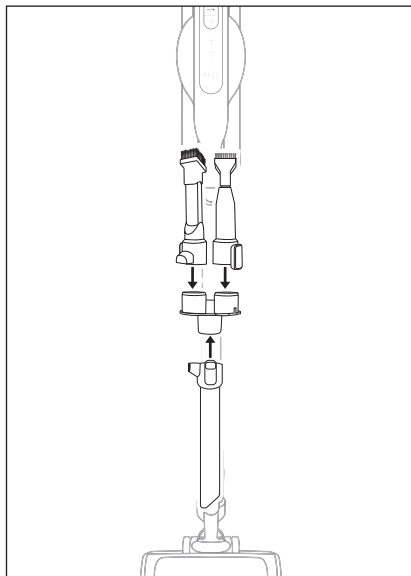

Fig. 20
- ◆ Desmonte el accesorio del aparato y colóquelo en el soporte para accesorios **17** para guardarlo (consulte la fig. 20).